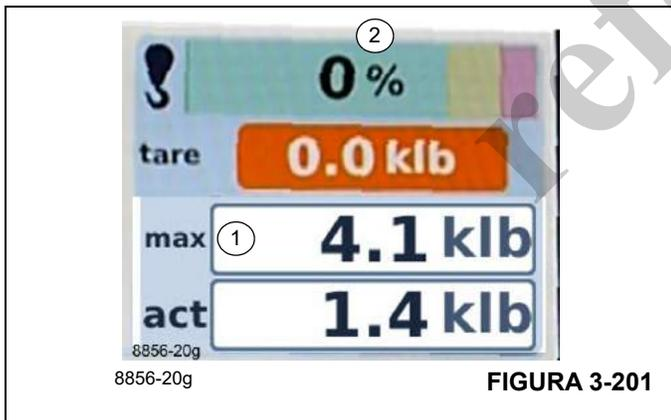

FIGURA 3-201
Pantalla: Carga máxima (1), (Figura 3-201), en toneladas métricas (t) o kilolibras (klb) para el código de RCL que se visualiza
Grado de utilización = 100 x carga actual/carga máxima (2), (Figura 3-201).